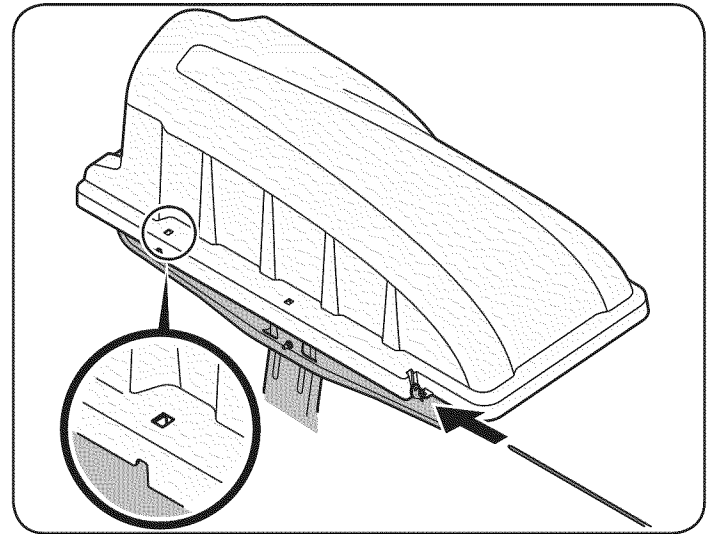
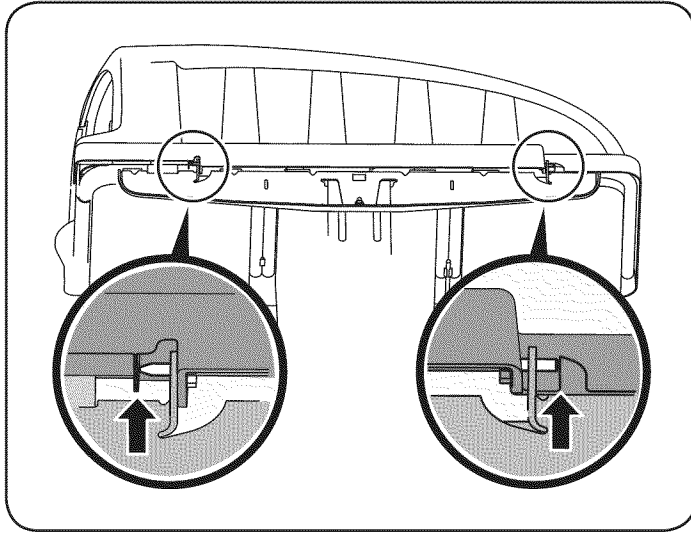

Figure 35
Figure 36
6. Deslice el pasador de horquilla en el orificio ubicado en la lengüeta de montaje, como se ve en la Figure 35. Use la ventana recortada (Vea el recuadro de la Figure 35) para alinear el pasador de horquilla del otro lado y empujelo hasta que llegue al tope. En este punto el pasador calza en su posición y queda asegurado por una lengüeta de la cubierta de la embolsadora. Vea la Figure 36.